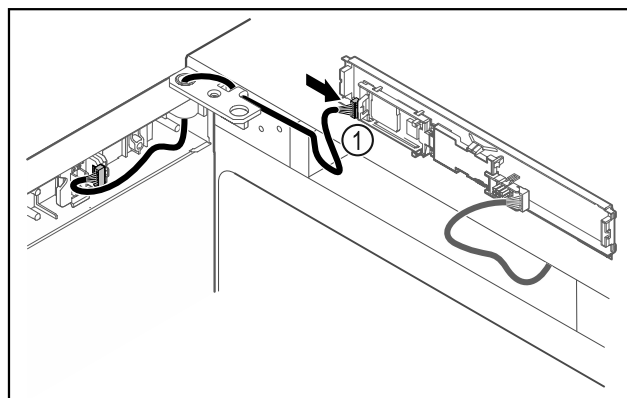

Fig. 44
- Stekker Fig. 44 (1) in printplaat steken.